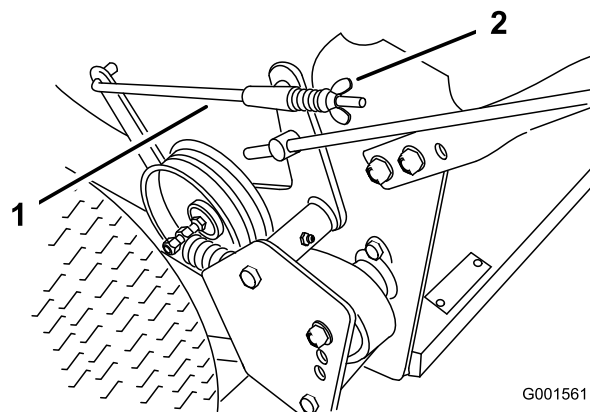

Figure 30
3. Pour régler les freins, tournez les écrous à oreilles sur les tiges de freins (Figure 30). Tournez les écrous à oreilles dans le sens horaire pour serrer les freins et dans le sens anti-horaire pour les desserrer.